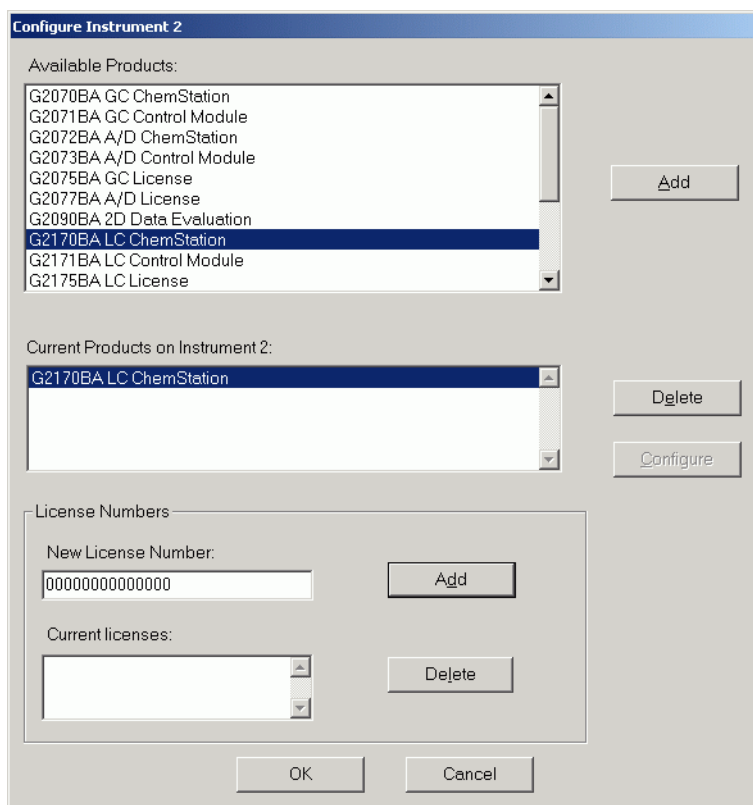

Figura 6 Ventana de configuración
- 9 Seleccione el módulo de software apropiado en la lista de productos disponibles del cuadro de diálogo **Configurar instrumento** y haga clic en **Agregar** (consulte Figura 6 en la página 24).